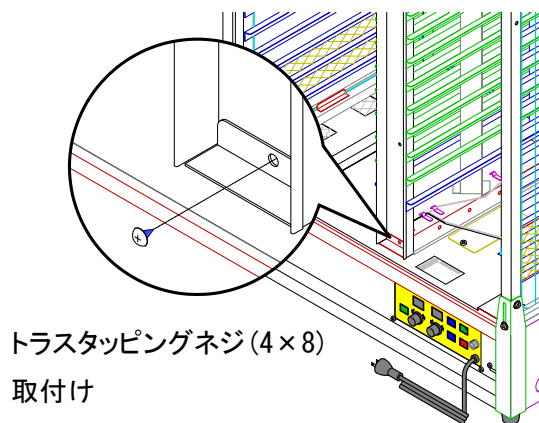

図 2
3. ①R〈外枠〉(右)を起こした状態で取付けます。(4カ所ねじ留め)
4. ②〈中枠〉を器体中央に取付け(図 2)、②〈中枠〉からのセンサと